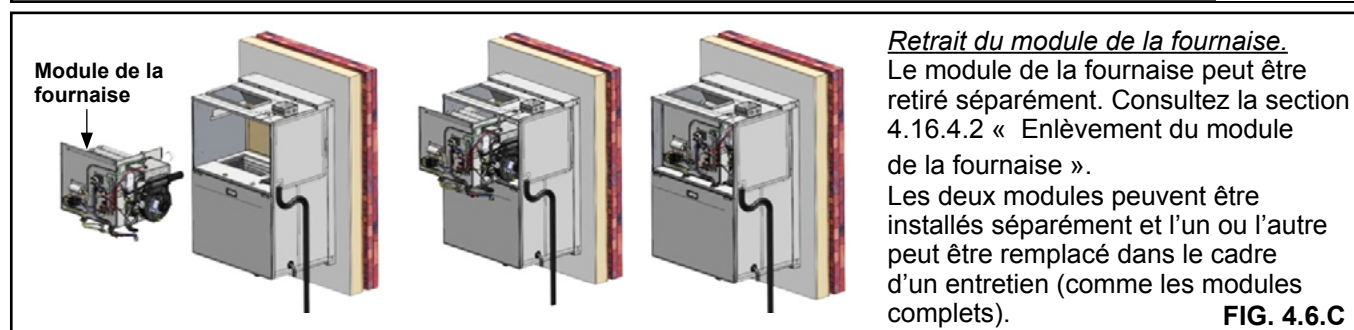

FIG. 4.6.C
- c. Le module de la fournaise peut également être retiré séparément (FIG. 4.6.C). Consultez la section 4.16.4.2 « Enlèvement du module de la fournaise ».